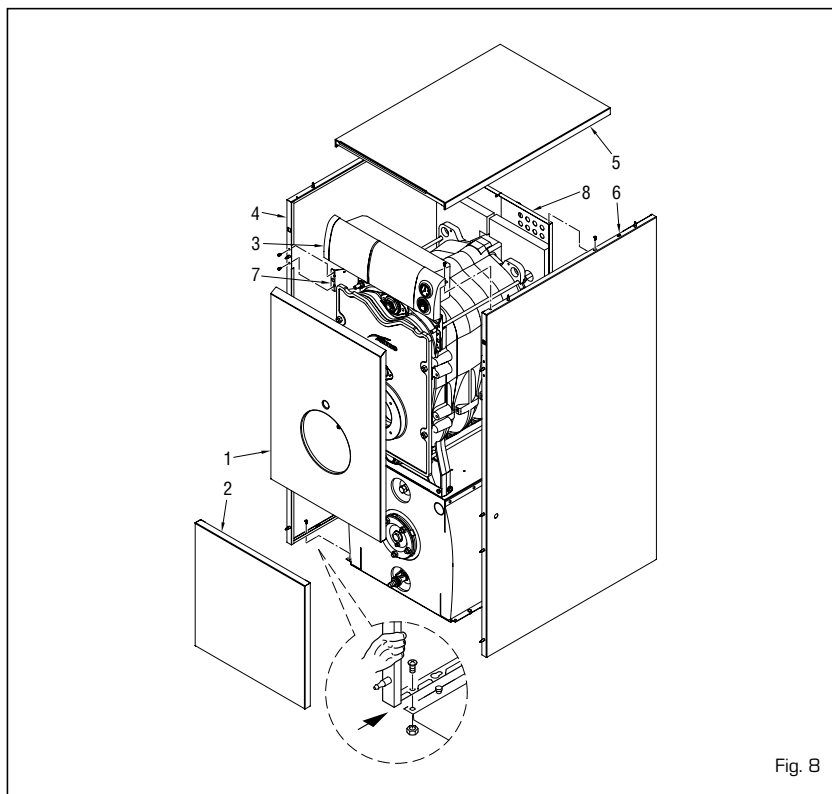

Fig. 8
3.3.3 Desmontaje de la envolvente (fig. 8)